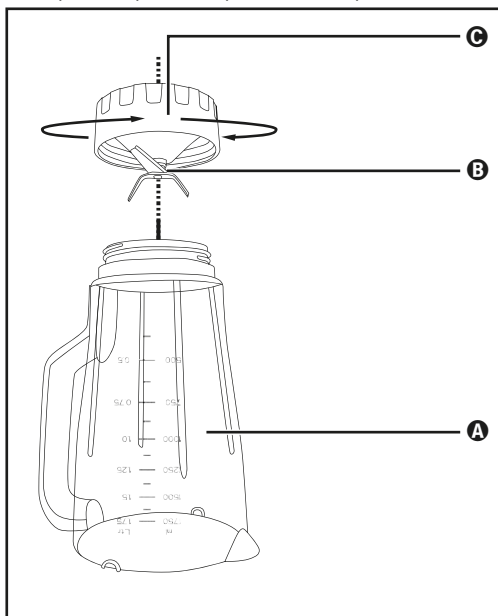

Fig. 3
- 2) Dé la vuelta al aparato y gire la pieza inferior de plástico ③ del suplemento mezclador ③ en sentido antihorario para poder soltarla de la pieza superior de plástico ④ del suplemento mezclador ③ (consulte la fig. 3).